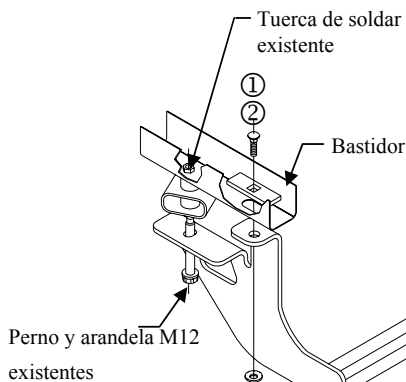

Figura 1.
- Levante el enganche a su posición como se muestra en la figura 1, introduciendo los alambres de halar a través de los orificios posteriores en el soporte. Localice el soporte del costado del conductor en su posición primero cerca del gancho del escape delantero. Si es necesario para que el costado del pasajero quede en su posición, afloje el gancho del escape en el costado del pasajero para que permita que el soporte del escape se mueva de lado a lado.